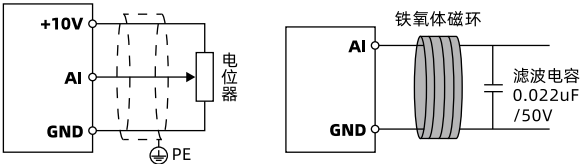

图 4-37 AI1 端子接线 (电压输入)
- 使用内部 10V 电源时, 接线与 AI1 相同, 见图 4-37。